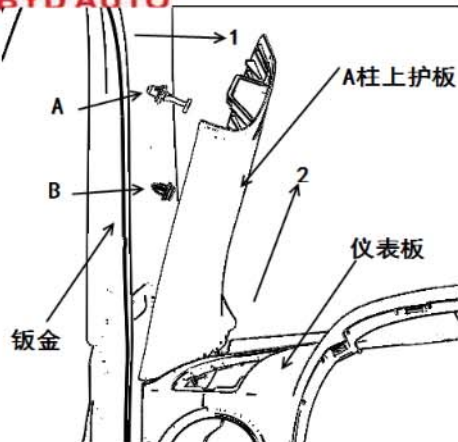

图1-56 A柱上护板拆卸示意
(1) 拆除 A 柱上护板
(3) 使用缠有保护胶带的一字螺丝刀沿图 1-56 中箭头 1 方向往外撬出前部底边，用双手往外掰。
(4) 把塑料卡扣紧固点（2 个）从钣金分离后，沿图图 1-56 中箭头 2 方向往上拿出 A 柱上护板。